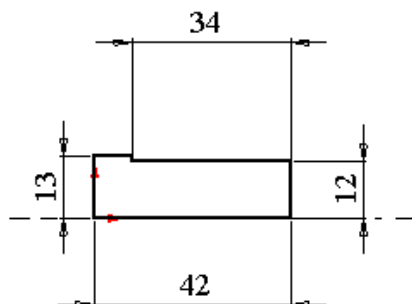

Рис. 3.2
4. Пользуясь инструментами ,  и , создать эскиз профиля вращения, обязательно используя привязку к началу координат (рис. 3.2).